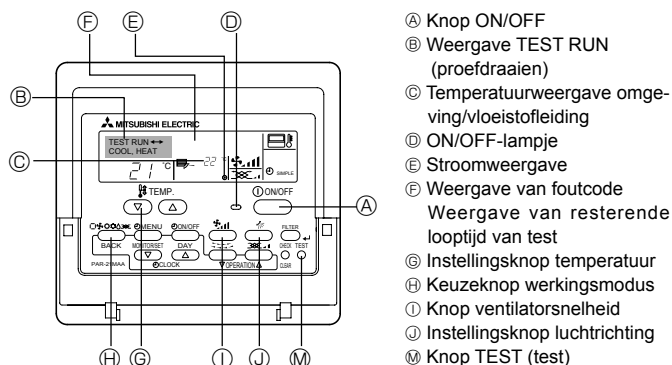

Fig. 8-1
8.2. Proefdraaien (Afstandsbediening met draad) (Fig. 8-1)